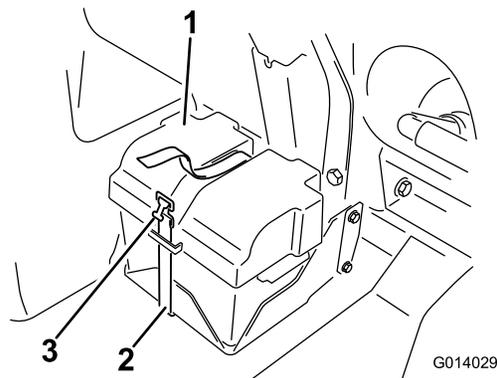

Figura 60
3. Coloque a tampa da bateria e fixe-a com a correia que retirou anteriormente (Figura 60).